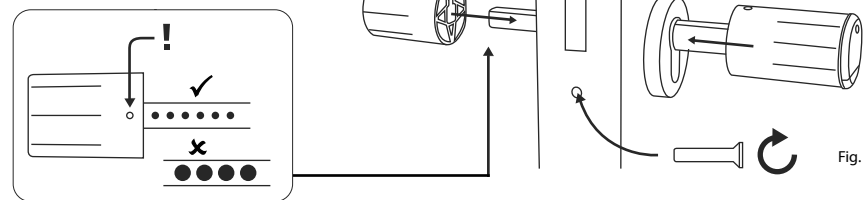

Fig. 5
- 5 Vissez le cylindre dans la porte et poussez les boutons intérieur et extérieur jusqu'à la surface de la porte (Fig. 5).